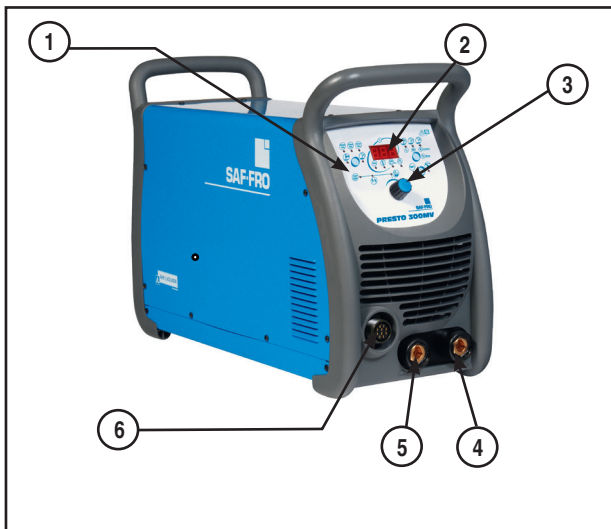
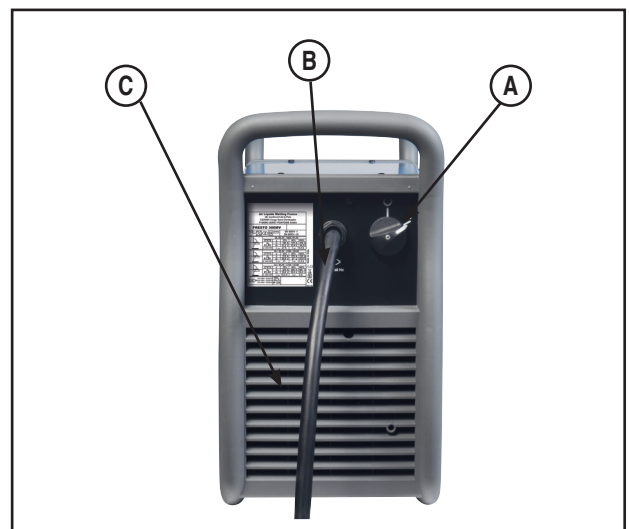
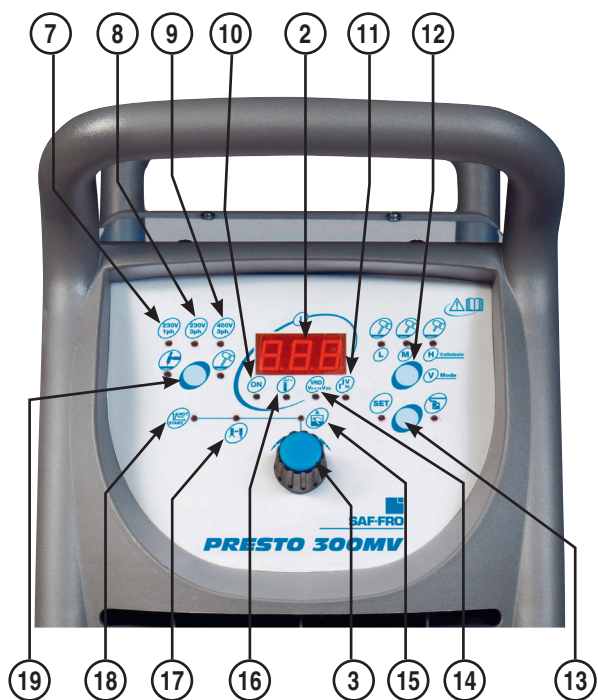

Fig. 2
Fig. 3
Fig. 8
- C. Ventilazione: l'unità è equipaggiata internamente con una circuiteria di controllo (Fan as Needed, F.A.N.) che attiva o disattiva automaticamente la ventola in base alle esigenze. Questa funzione permette di ridurre sia il consumo energetico sia la quantità di sporcizia che può essere aspirata all'interno della macchina. Quando la macchina viene accesa (Rif. A - Fig. 3) la ventola si accende. Durante le operazioni di saldatura la ventola continua a funzionare. Se la macchina non salda per oltre cinque minuti, la ventola si spegne.
- a. Per la saldatura DCEP (Direct Current Electrode Positive – elettrodo al positivo) collegare il cavo porta elettrodo al terminale di uscita positivo (Rif. 4 – Fig. 2).
- b. Per la saldatura DCEN (Direct Current Electrode Negative – elettrodo al negativo) collegare il cavo di terra al terminale di uscita negativo (Rif. 5 – Fig. 2) e collocare la pinza in prossimità della zona di saldatura.
8. **Accendere la macchina (Rif. A – Fig. 3)** e selezionare la modalità di saldatura a elettrodo (Rif. 19 – Fig. 8).
13. Utilizzo del comando a distanza: inserire il connettore del comando a distanza nella presa a 10 pin sul pannello anteriore (Rif. 6 – Fig. 2). Attivare la presa con il tasto relativo (Rif. 13 – Fig. 8). In questa condizione, la corrente può essere regolata indipendentemente dall'impostazione effettuata sull'unità. Occorre però fare attenzione: la corrente di saldatura massima impostabile tramite comando a distanza dipende dal valore programmato sul pannello frontale attraverso la manopola di comando dell'encoder (Rif. 3 – Fig. 8).
4. Collegare il cavo di lavoro al terminale di uscita positivo (Rif. 4 – Fig. 2) e collocare la pinza in prossimità della zona di saldatura.
5. Collegare il cavo della torcia al terminale di uscita negativo (Rif. 5 – Fig. 2) e montare l'elettrodo e l'ugello del gas sulla torcia (verificare lo stato dell'elettrodo infusibile).
8. Accendere la macchina (Rif. A – Fig. 3). L'unità si avvia con la stessa impostazione dei parametri precedente.
9. Selezionare la modalità di saldatura TIG LIFT (Rif. 19 – Fig. 8).
11. Con la manopola di controllo dell'encoder (Rif. 3 – Fig. 8), pre-impostare la corrente di saldatura su un valore nell'intervallo min/max utilizzabile (il valore dipende dalla tensione di alimentazione disponibile nella zona e dal processo di saldatura)
12. Utilizzo del comando a distanza: inserire il connettore del comando a distanza nella presa a 10 pin sul pannello anteriore (Rif. 6 – Fig. 2). Attivare la presa con il tasto relativo (Rif. 13 – Fig. 8). In questa condizione la corrente può essere regolata indipendentemente dalla impostazione sull'unità, ad eccezione della corrente di saldatura massima che sarà quella determinata dalla manopola di controllo dell'encoder (Rif. 3 – Fig. 8).
L'interfaccia operatore (HI) è ubicata sul pannello frontale dell'unità (Rif. 1 – Fig. 2) e rappresenta il "cervello" della macchina.
IMPORTANTE: QUANDO LA MACCHINA È ALIMENTATA (RIF. A – FIG. 3) LA SPIA LED VERDE D'ACCENSIONE S'ILLUMINA (RIF. 10 – FIG. 8) INSIEME A UNO DEI TRE LED CORRISPONDENTI ALLA TENSIONE DI INGRESSO (RIF. 7, 8, 9 – FIG. 8) CHE INDICANO LE CARATTERISTICHE DELLA RETE CUI È COLLEGATA L'UNITÀ.
Sono disponibili le seguenti pre-impostazioni e visualizzazioni (consultare la Fig. 8):
Rif. 15. Con il LED rosso acceso, utilizzare la manopola di comando dell'encoder per regolare la corrente di saldatura. L'amperometro (Rif. 2) visualizza il valore pre-impostato e la corrente effettiva durante la saldatura. Il LED della corrente di saldatura (Rif. 15 – Fig. 8) normalmente è acceso; è spento solo quando sono attivate le funzioni Hot Start o Arc Force.